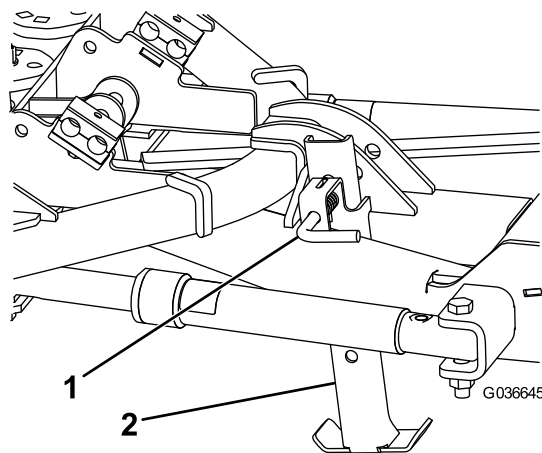

Bild 2
2. Ziehen Sie am Federstift des Ständers und setzen Sie den Ständer in die Befestigungshalterung ein; lassen Sie den Federstift dann los, um den Ständer zu arretieren (**Bild 2**).